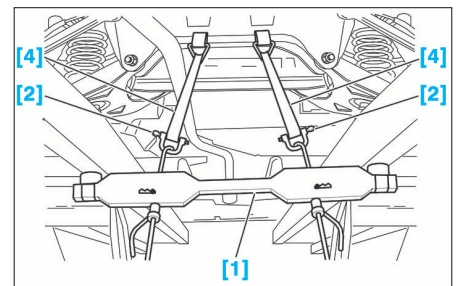

FIG. 10
- de mettre le véhicule en assiette de référence H2 ou H3 (voir valeurs aux caractéristiques) (Fig.10).